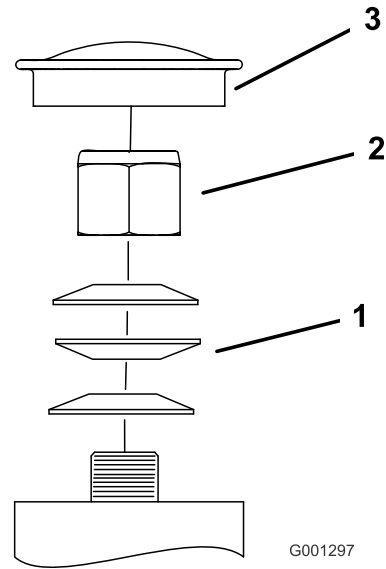

Figura 56
3. Retire el tapón guardapolvo de la rueda giratoria y apriete la contratuerca (Figura 56).
4. Apriete la contratuerca hasta que las arandelas de muelle estén planas, luego afloje  $\frac{1}{4}$  de vuelta para establecer la pre-carga correcta de los cojinetes (Figura 56).
**Importante:** Asegúrese de que las arandelas de muelle están correctamente instaladas, según se muestra en Figura 56.
5. Coloque el tapón anti-polvo (Figura 56).